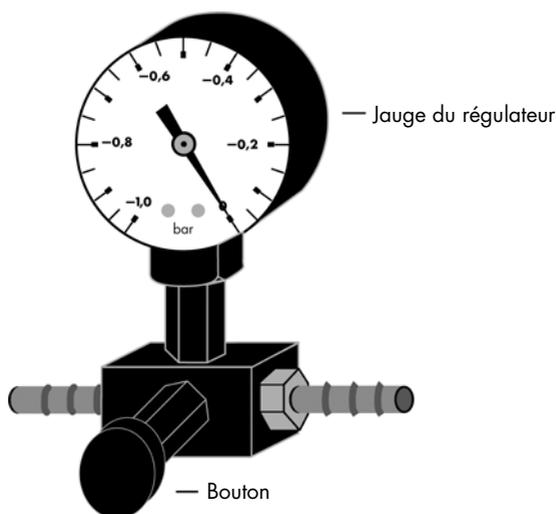

Figure 4. Schéma du régulateur de vide.
2. **Recommandé** : Insérez une VacValve dans chaque fente luer du QIAvac 24 Plus qui doit être utilisé (voir la Figure 4).
3. Insérez un VacConnector dans chaque VacValve (voir la Figure 4).
4. Placez les colonnes QIAamp Mini dans les VacConnectors sur le collecteur (voir la Figure 4).